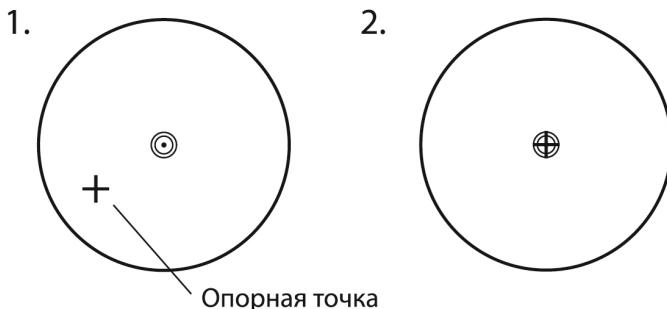

Рис. 5-4
- 2) Осуществите точную горизонтировку прибора, как описано в п. 5.3 и повторяйте операцию (1) п. 5.4.2 до тех пор, пока прибор не окажется точно горизонтированным, а центр визирных нитей оптического центрира не совпадёт в точности с опорной точкой (как показано на Рис. 5-4).
- 2) Осуществите точную горизонтизацию прибора, как описано в п. 5.3 и повторяйте операцию (1) п. 5.4.3 до тех пор, пока прибор не окажется точно горизонтированным, а лазерная точка не совпадёт в точности с опорной точкой (как показано на Рис. 5-4).